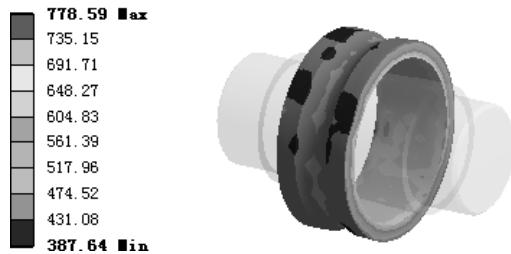

图 7.6.38 应力结果图解 (几何体 1)
(4) 查看 SHAFT 应力图解。在“Outline”窗口中选中 Equivalent Stress 2, 查看图 7.6.38 所示的几何体 1 的应力结果, 其最小应力为 387.64 MPa, 其最大应力为 778.59 MPa。